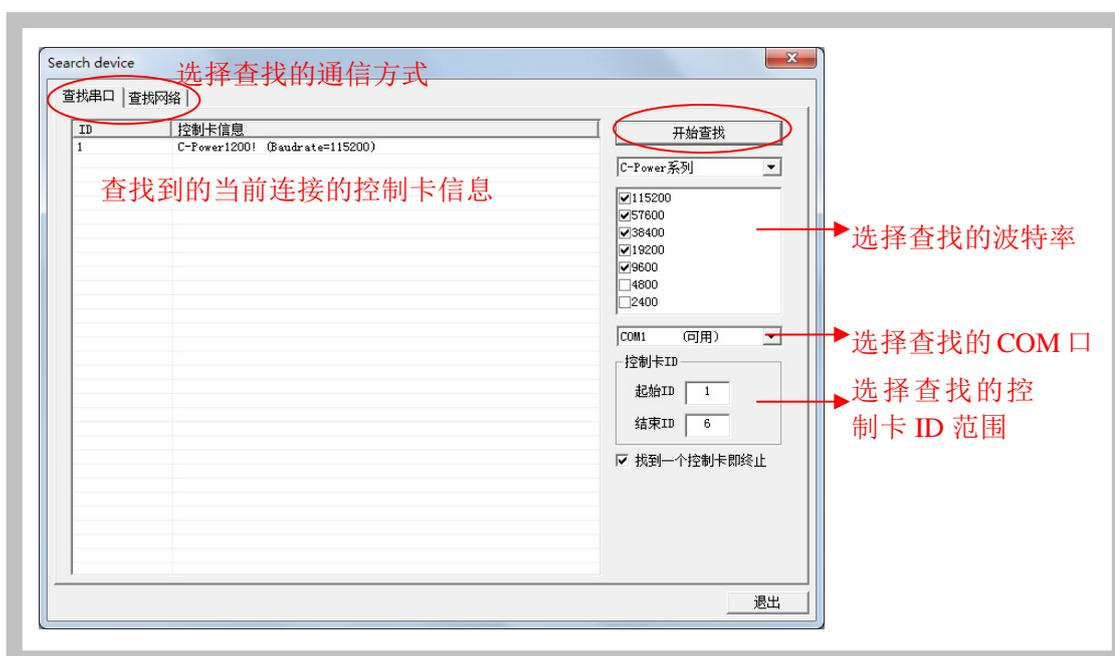

图2 连接串口后查找设备
- 3) 选择好计算机的COM口，设置好查找的波特率、ID范围等，点击“开始查找”按钮。如果控制卡与计算机已经正常连接，软件将自动搜索与计算机连接的设备信息，并显示在查找框里。如图2所示。